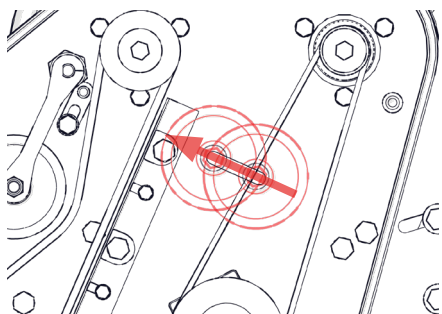

Fig. 14G – Desaperte a polia de tensionamento.
- i. Se estiver apenas a ajustar a tensão, avance para o Passo iii. Desaperte a polia de tensionamento [chave inglesa de 9/16"] (Fig. 14G).